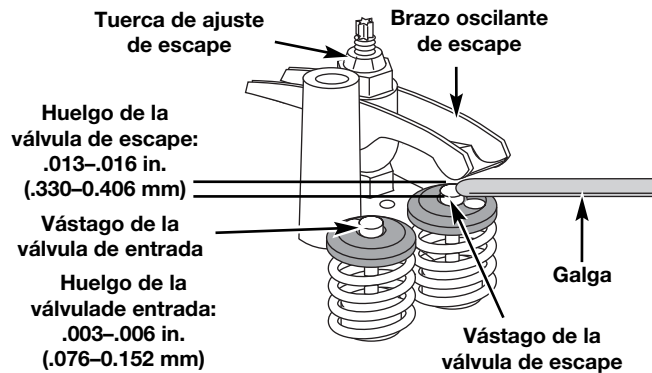

Fig. 35
El huelgo recomendado para las válvulas de entrada es .003 – .006 pulgadas (.076 – 0.152 mm). El huelgo recomendado para las válvulas de escape es .013 – .016 pulgadas (.330 – 0.406 mm). Use una galga regular de automóvil de .005 y .015 pulgadas (0.127 y 0.381 mm). La galga debe deslizarse entre el brazo oscilante y el vástago de la válvula con una ligera cantidad de resistencia, sin doblarse (Fig. 35).
- a. Gire la tuerca de ajuste con una llave de 5/16 pulgadas (8 mm) o una guía de tuercas (Fig. 35).